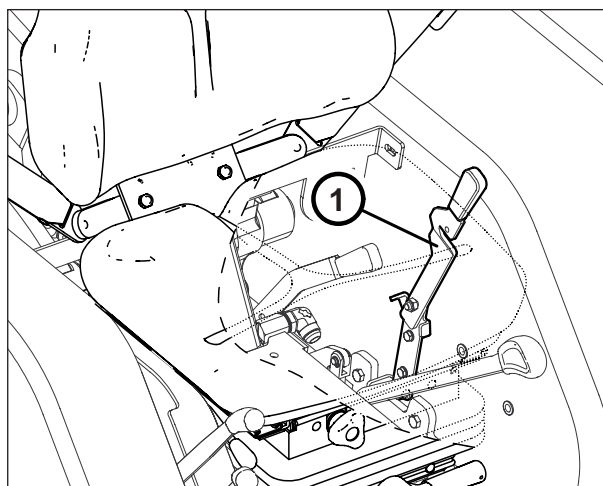

Fig. 39a - Palanca bloqueo del diferencial delantero
1. *Palanca bloqueo del diferencial delantero (Fig. 39a)*